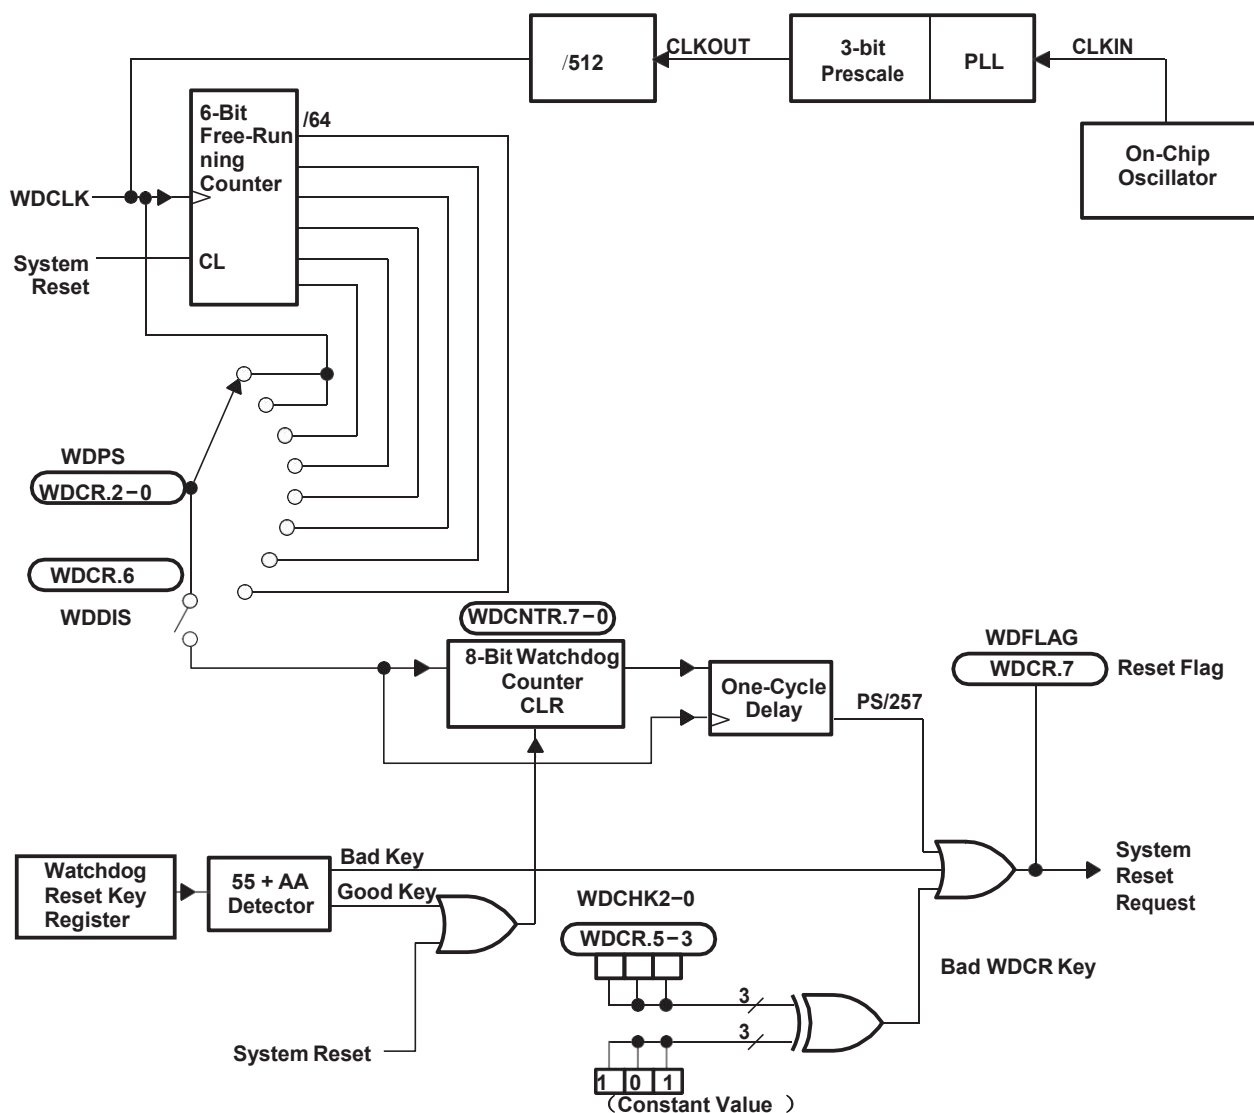

图 9-1 WD 模块的框图
ADP16F03 片内集成看门狗 (WD) 定时器模块。如果器件运行期间没有定期通过软件写入正确的密钥来监视软、硬件的操作, 该模块生成一个系统复位信号。WD 定时器独立于 CPU 工作, 无需 CPU 初始化。当发生系统复位时, WD 定时器默认设置为最高速率 (WDCLK 信号 = CLKOUT / 512)。一旦器件退出复位, CPU 开始执行代码, WD 定时器开始递增。为了避免器件上电后意外复位, WD 设置应该在上电复位后尽快完成。有关 WD 模块的框图, 请参见图 9-1。WD 模块功能包括以下内容: